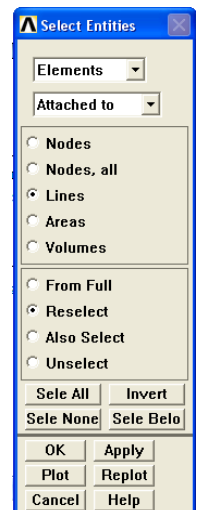

Рис. 3.7 – Выбор элементов
2) Смоделируйте погонную нагрузку. Положительным направлением погонной нагрузки считается направление против оси  $OY$ . Выберите элементы, принадлежащие линии 1: **UM** → **Select** → **Entities** → **Lines By Num/Pick** → **Line 1**. Затем вместо **Lines** выбирайте **Elements, Attached to Lines, Reselect** (используется только выбранная линия) → **OK** (рис. 3.7). Теперь, нажав **Plot Elements**, вы увидите только выбранные элементы;
2) Выведите на экран деформацию модели относительно оси OY (рис. 3.7), наложенную на недеформированную модель: **MM** → **General Postproc** → **Plot Results** → **Contour Plot** → **Nodal Solu** → **DOF Solution** → **Y-Component of displacement**, в графе **Undisplaced shape key** **Deformed shape with undeformed model**.